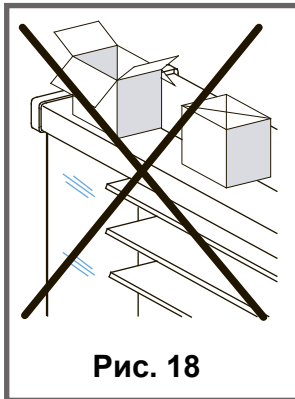

Рис. 18
- НЕ ставьте на крышку витрины коробки, пакеты и другие предметы (**Рис.18**).